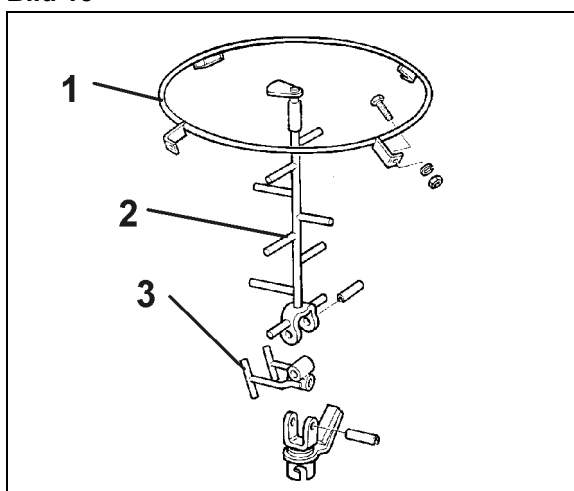

Bild 16
1. Skruva fast styrningen (Bild 16/1) i de hål som finns i behållaren.
2. Fäst omrörarverkets övre del (Bild 16/2) med spännhylsa på omrörarverkets undre del (Bild 16/3).